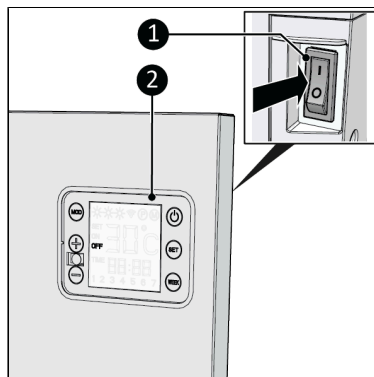

Figure 63.
1. Placez le commutateur ON/OFF en position ON (Figure 63, pos. 1).
2. L'écran (Figure 63, pos. 2) affiche OFF.